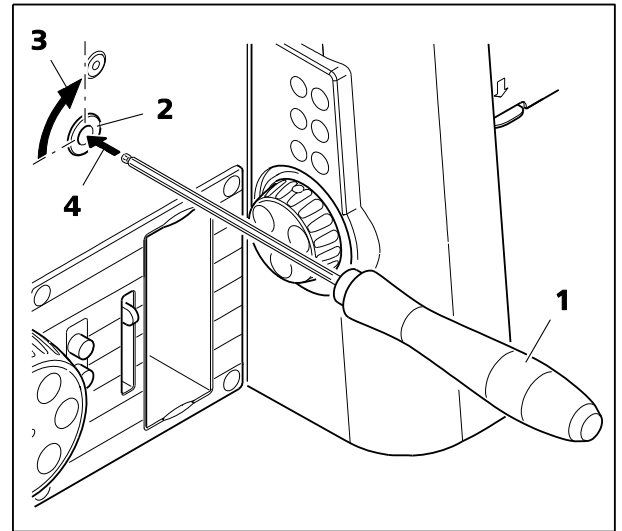

Fig. 37 Désactivation de la mise au point haute performance
- À l'aide du tournevis à tête sphérique AF 3 (Fig. 37/1), dégager les deux goupilles de verrouillage (Fig. 37/2) à droite **et** à gauche du statif (Fig. 37/3) en les tournant **de 90 degrés dans le sens inverse des aiguilles d'une montre** (Fig. 37/4).